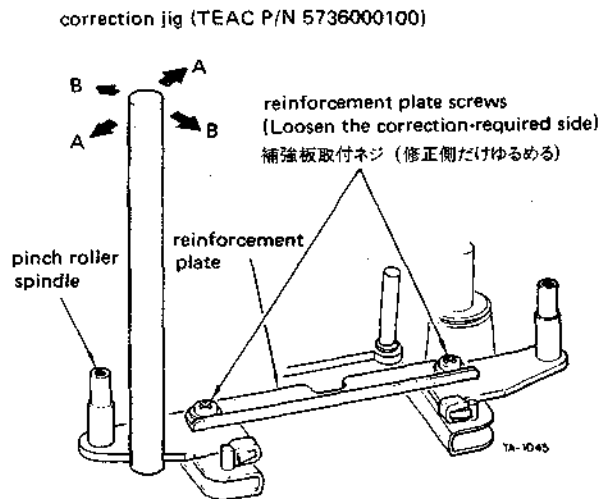

Fig. 2-15 Pinch roller/capstan alignment
3. If not parallel, loosen the reinforcement plate screw near the correction-required side (Refer to Fig. 2-15), then correct tilt of pinch roller spindle using correction jig. (Part No. 573600100). Adjustment can be done by tilting correction jig in direction of arrow A or A'.
5. If needed, adjust by tilting correction jig in direction of arrow B or B' in Fig. 2-15.
2. If necessary, adjust pinch roller alignment as shown in Fig. 2-15.
3. 平行でない場合は、調整棒を使用して図2-15に示す、A又はA'方向にピンチ・ローラ軸の傾きを修正する。(調整棒は出来るだけピンチ・ローラ軸に近い位置にセットして下さい)。(調整棒 品番5736000100)
平行でない場合は、調整棒を使用して図2-15に示すB又はB'方向にピンチ・ローラ軸の傾きを修正する。
2. もし変化する場合は図2-15の方法でピンチ・ローラ軸の傾きを微調整する。